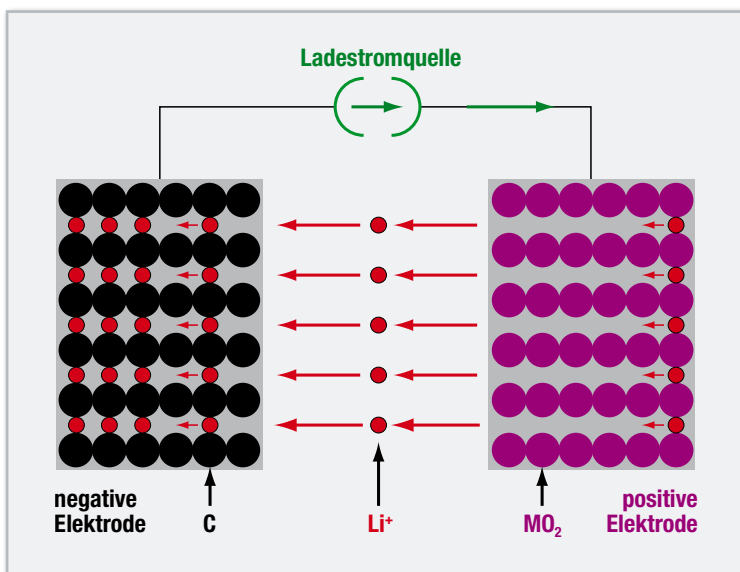

Bild 9: Beim Laden eines Li-Ionen-Akkus werden positive Lithiumionen im Wirtsgitter der negativen Elektrode eingelagert.
Das Wirkungsprinzip beruht auf der reversiblen Einlagerung von positiven Lithiumionen ( $\text{Li}^+$ ) in die Elektroden (Insertions-elektroden, Intercalationselektroden), die ihre Gitterstruktur als Wirt zur Verfügung stellen (Wirtsgitter). Beim Laden (Abbildung 9) und Entladen (Abbildung 10) werden die Ionen zwischen den Elektroden ausgetauscht. Sie „schwingsen“ gewissermaßen zwischen den Elektroden hin und her, was die ebenfalls gebräuchliche Bezeichnung „Swing-Akkumulator“ begründet. Die Aufnahme und Abgabe der  $\text{Li}^+$ -Ionen sind mit Volumenveränderungen (ca. 9 %) der Wirtselektroden verbunden, jedoch nicht mit chemischen Reaktionen im Elektrolyten. Dieser besteht meist aus einem organischen Lösungsmittel (1:1-Mischung EC/DMC [Ethylencarbonat/Dimethylcarbonat]) mit einem Leitsalz (z. B.  $\text{LiPF}_6$  [Lithiumhexafluorophosphat]). Die Reaktionen an den Elektroden und in Gesamtheit bei Ladung und Entladung zeigt Gleichung (2).